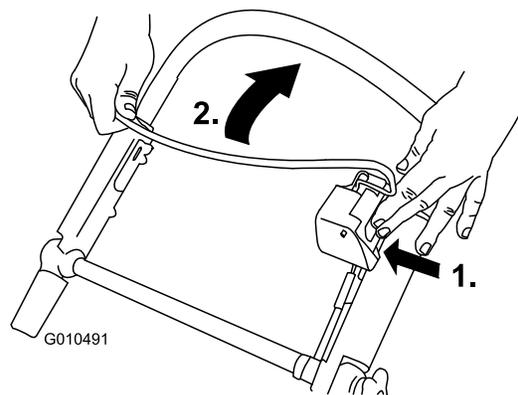

Figura 20
2. Girate la leva della valvola del carburante in posizione On (Figura 20).
1. Premete il pulsante di comando della lama e tirate la barra di comando della lama verso la stegola (Figura 20).